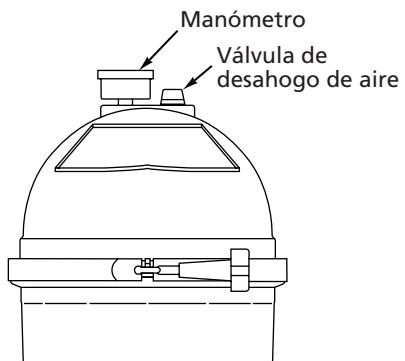

Figura 3
- Coloque el manómetro y la válvula de desahogo de aire según se ilustra en la Figura 3. Aplique cinta de teflón, Plasto-Joint Stik o Silastic RTV #732 a las roscas del manómetro.